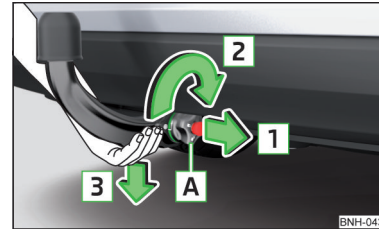

Abb. 138 Kugelstange lösen
- Die Kugelstange **von unten** fassen » Abb. 138.